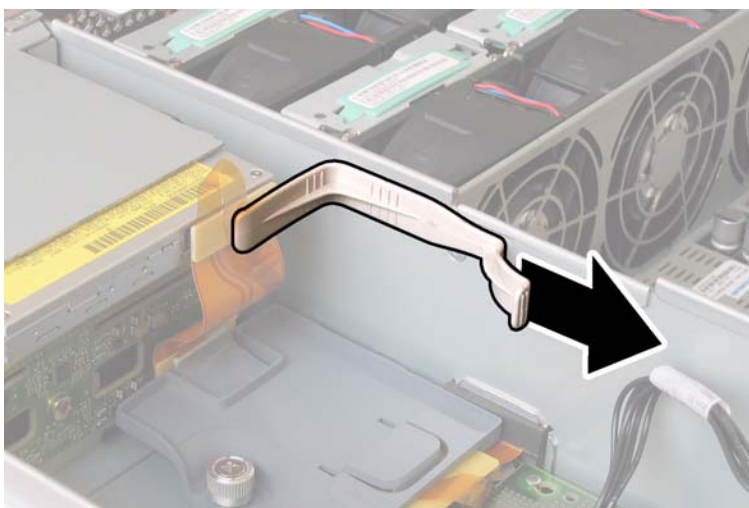

図 4-50 上部ケーブルリテーナの取り外し
12. 上部ケーブルリテーナをシャーシから取り外します。シャーシ背面に向かってリテーナを押し、シャーシ中央の壁にある開口部から取り外します。図 4-50 を参照してください。